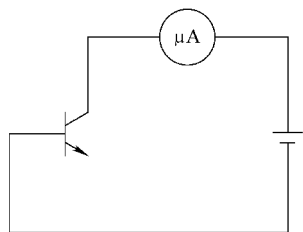

图 2-51 测量 I_{cb0} 电路
3) 集电极反向饱和电流 I_{cb0} 是指发射极 e 开路, 在集电极 c 与基极 b 之间加上一定的反向电压时, 流过集电极 c 的反向电流。图 2-51 所示为测量 I_{cb0} 所用电路。